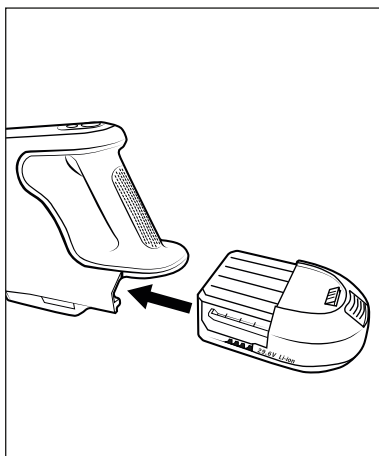

Fig. 3
- 3) Sæt batteriet ② ind i produktet, indtil det klikker hørbart på plads (se fig. 3).